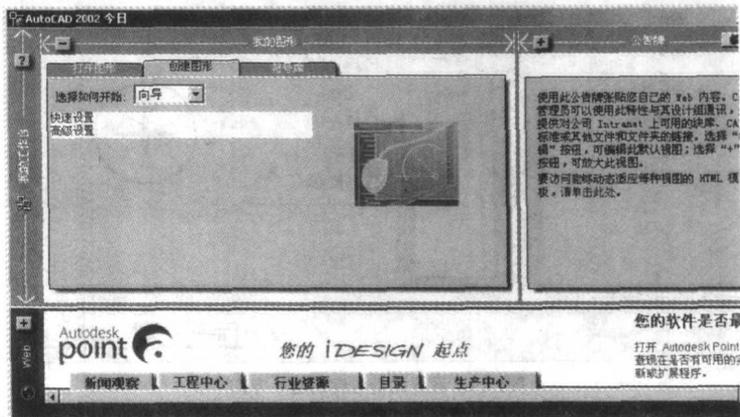

图1-16 【创建图形】选项卡
1. 单击【文件】/【新建】选项，AutoCAD 打开【今日】对话框。单击【创建图形】选项，弹出【创建图形】选项卡，在该选项卡的“选择如何开始”下拉列表中选取“向导”选项，如图 1-16 所示。